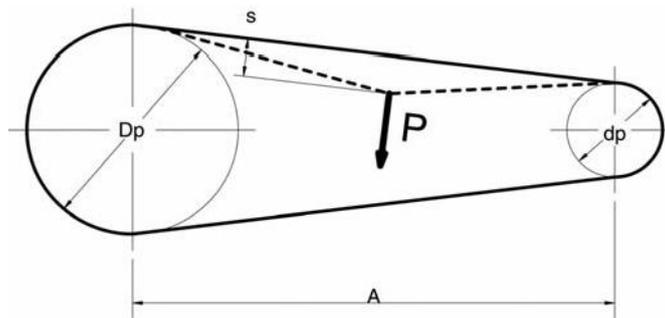
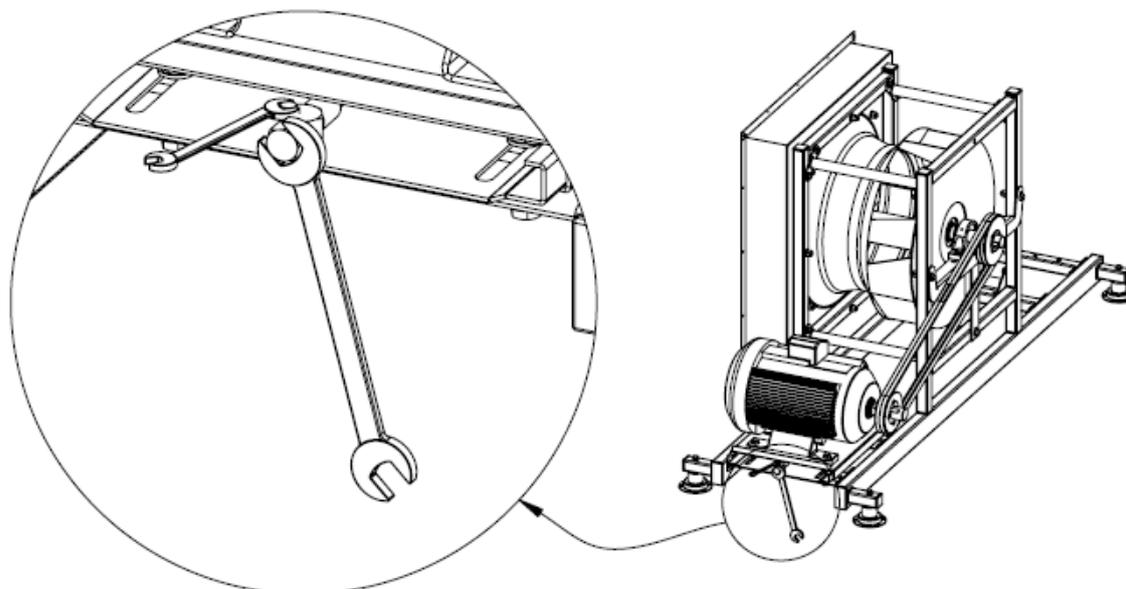
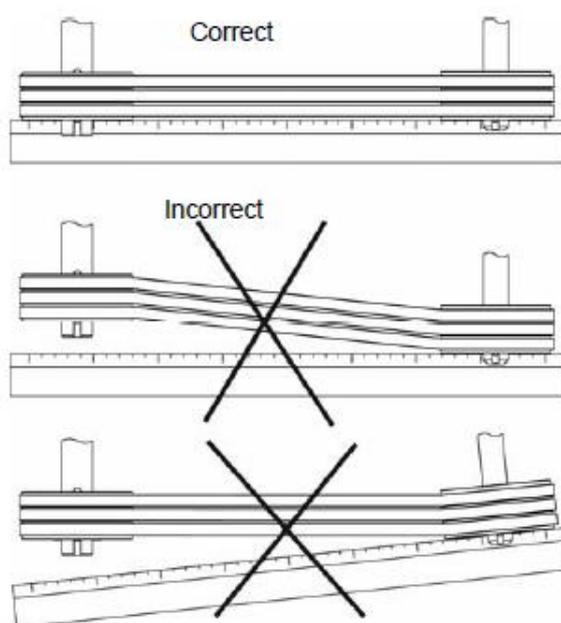

Рисунок 22. Прогиб клинового ремня
Рисунок 24 Регулировка натяжения ременных шкивов
Рисунок 25 Установка ременных шкивов
1. Измерьте расстояние между осями шестерен (размер А Рисунок 22. Прогиб клинового ремня).
2. Измерьте усилие P , необходимое для прогиба ремня на $S=16$ мм на каждый погонный метр расстояния между осями, примерно посередине между осями (Рисунок 22. Прогиб клинового ремня).
Если натяжение не соответствует норме, натяните ремни, переместив двигатель с помощью винта натяжения на пластине электродвигателя (рис. 24) и сравните значения натяжения со значениями, указанными в Таблица 19 Величина силы прогиба P^* в зависимости от типа и диаметра „dP” го шкива
Также убедитесь, что клиновой ремень не изношен, не поврежден и не проскальзывает и не поврежден. Поврежденный клиновой ремень необходимо заменить. При износе одного ремня в многоремennom приводе все ремни необходимо заменить, убедившись, что длина и тип этих ремней совпадают с канавками шкива. Если не все ремни будут заменены, новые ремни будут нести больше нагрузки, так как они немного короче старых. При замене ремней ослабьте винт натяжения пластины электродвигателя (Рисунок 24 Регулировка натяжения ременных шкивов) так, чтобы ремни можно было снять и установить на шкивы вручную, не прилагая значительных усилий. Ремни ни в коем случае нельзя натягивать с помощью отвертки или другого инструмента. При замене ремня убедитесь, что контактные поверхности ременных шкивов не изношены. Натяните новые ремни таким образом, чтобы требуемое усилие прогиба P (Рисунок 22. Прогиб клинового ремня) было максимально приближено к значению P , указанному в Таблица 19 Величина силы прогиба P^* в зависимости от типа и диаметра „ d_P ” го шкива. После установки новых ремней проверьте выравнивание шкивов, проверив с помощью линейки, что шкивы параллельны и что их канавки находятся в одной плоскости (рис. 25). При правильном расположении поверните привод без нагрузки так, чтобы ремни вошли в канавки шкивов. Новые ремни необходимо повторно натянуть после 50 часов работы.
5. Правильно установите ременные шкивы (рис. 25)